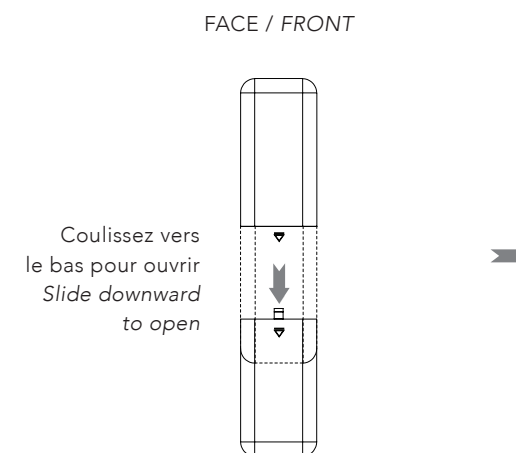

Figure 3
- Faites glisser le couvercle du compartiment à piles situé à l'arrière de la télécommande pour l'ouvrir (Figure 3).
- Slide open the battery cover on the back of the remote (Figure 3).